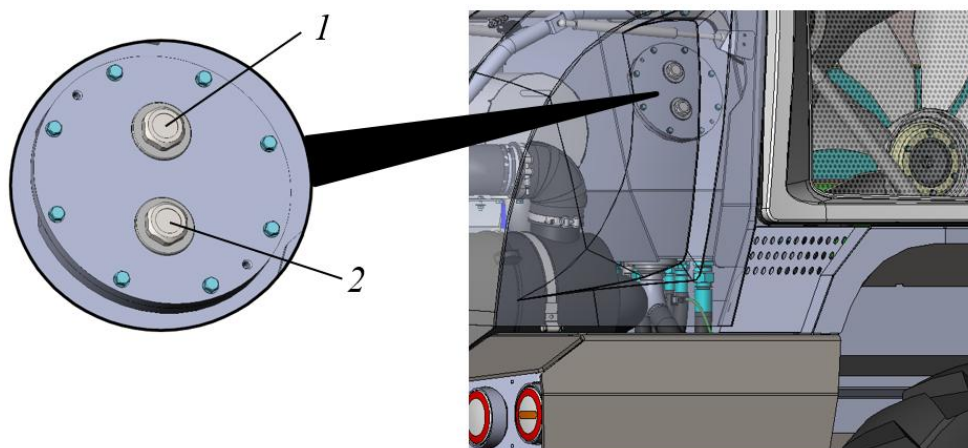

Рисунок 5.59. Процедура проверки уровня масла в гидравлическом баке
- Проверить уровень масла в баке посредством смотровых окон, предварительно открыв капот моторного отсека, см. рис. 5.59.
Верхнему-нормальному (*max*) значению соответствует уровень масла, закрывающий на половину верхнее смотровое окно 1. Минимальному (*min*) соответствует уровень масла, закрывающий на половину нижнее смотровое окно 2, рис. 5.59.